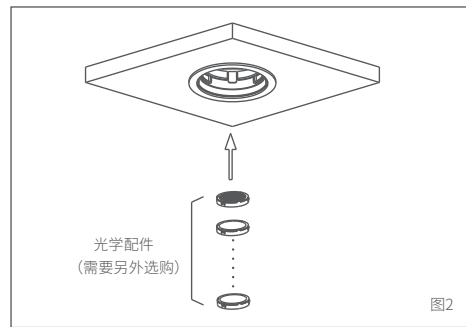
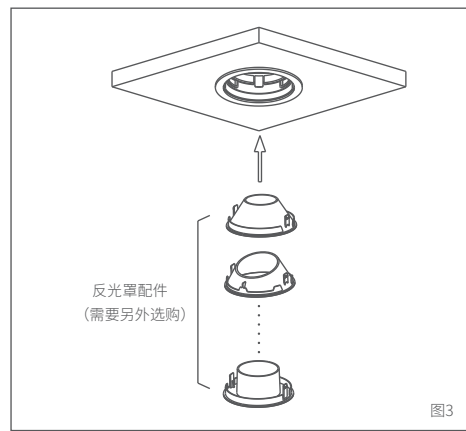

图2
图3
3.将驱动电源输入端与市电线连接，将驱动电源输出端与灯具连接,将灯具往上推入预埋环内，请水平旋转灯具以确认灯具安装牢固，如图（6）所示。（光学配件及反光罩配件安装方式请见图2和图3。）